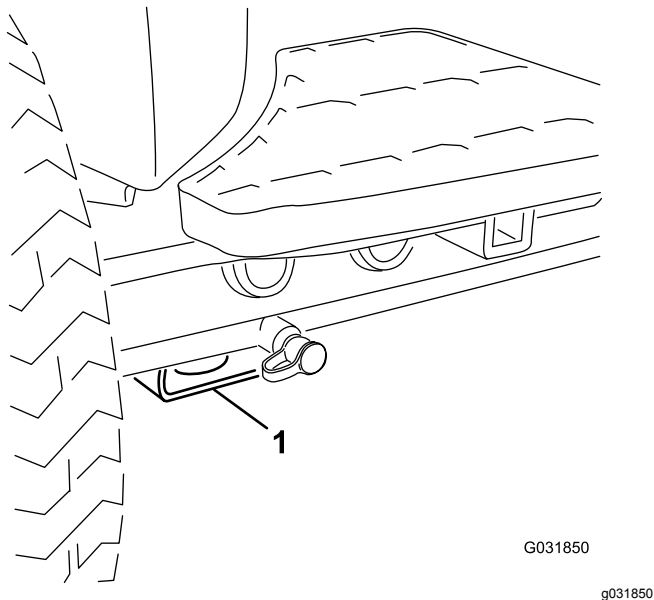

Figura 72
- Delantero – bloque rectangular, debajo del tubo del eje, al interior de cada rueda delantera (Figura 72).